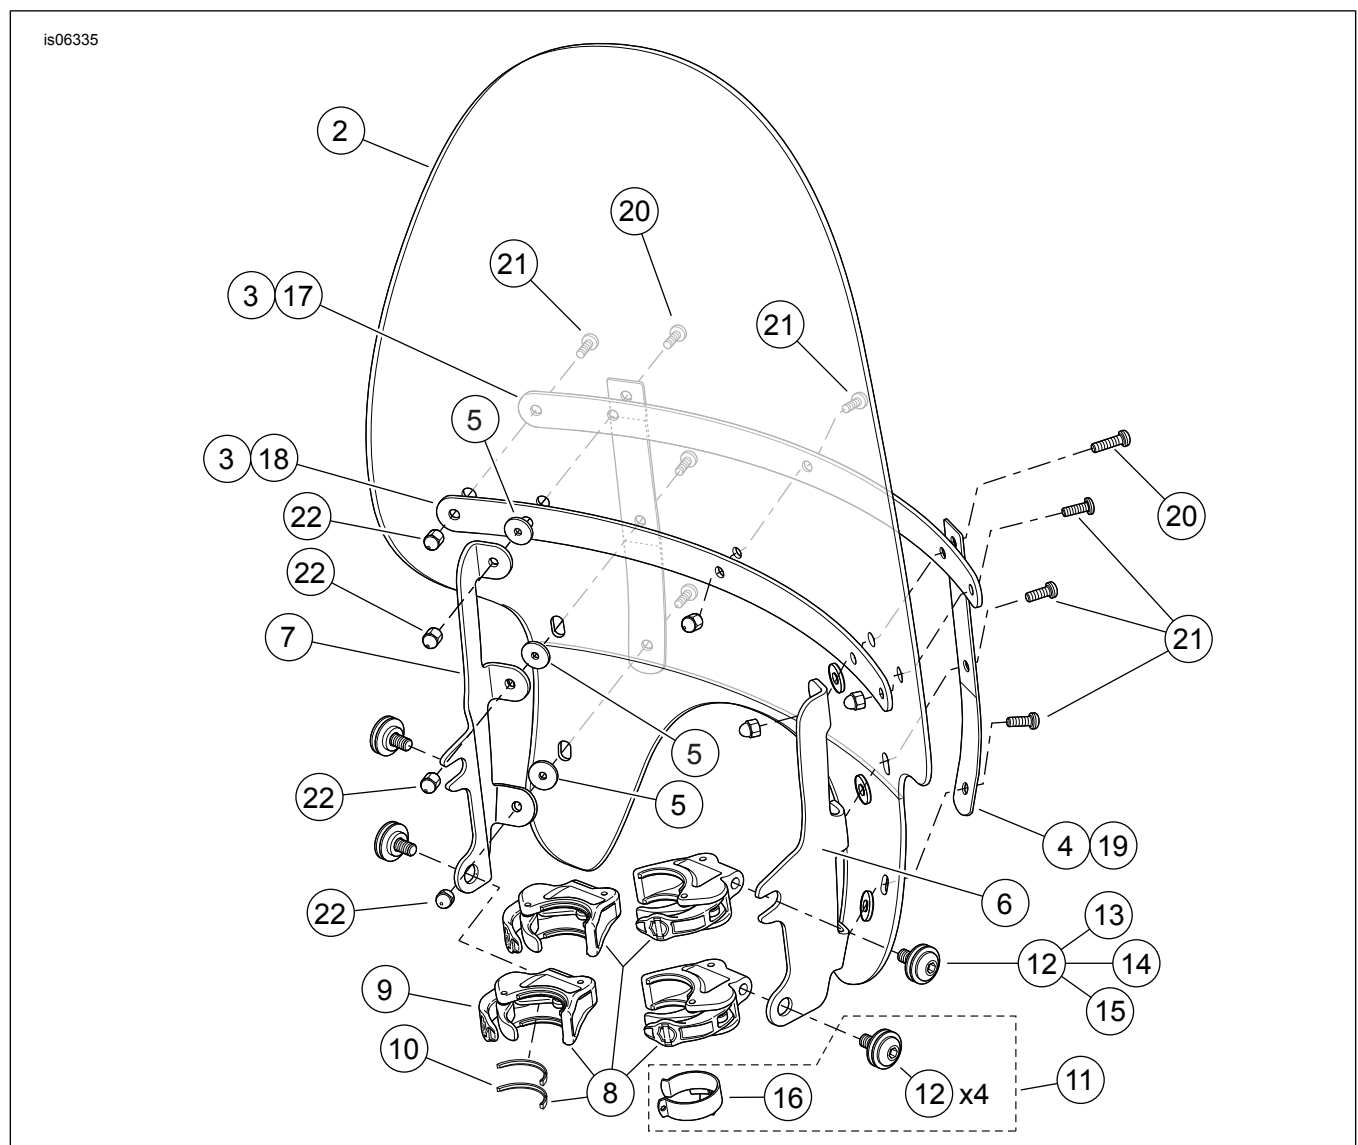

Figura 2. Piezas de servicio, Parabrisas de liberación rápida XL1200X
Consulte la Figura 2 y la Tabla 2.
2. Ver Figura 2 . Extraiga del paquete los conjuntos de abrazaderas (8) y el kit de elementos de sujeción (11), y separe las piezas similares para preparar el armado.
3. **Todos los kits.** Centre el parabrisas alrededor del faro delantero y asiente las abrazaderas sobre los tubos de la horquilla. Ver Figura 2 . Encaje la presilla de cables del acelerador (16) alrededor del tubo de la horquilla del lado derecho y pase los cables del acelerador a través de la abertura guía.